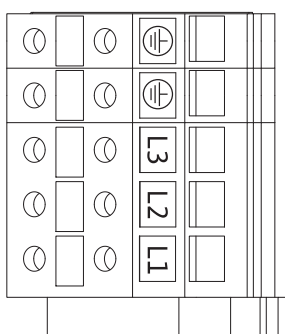

Fig. 26: Клеми живлення (клеми підключення до мережі)
- Клеми живлення (клеми підключення до мережі) (Fig. 26)